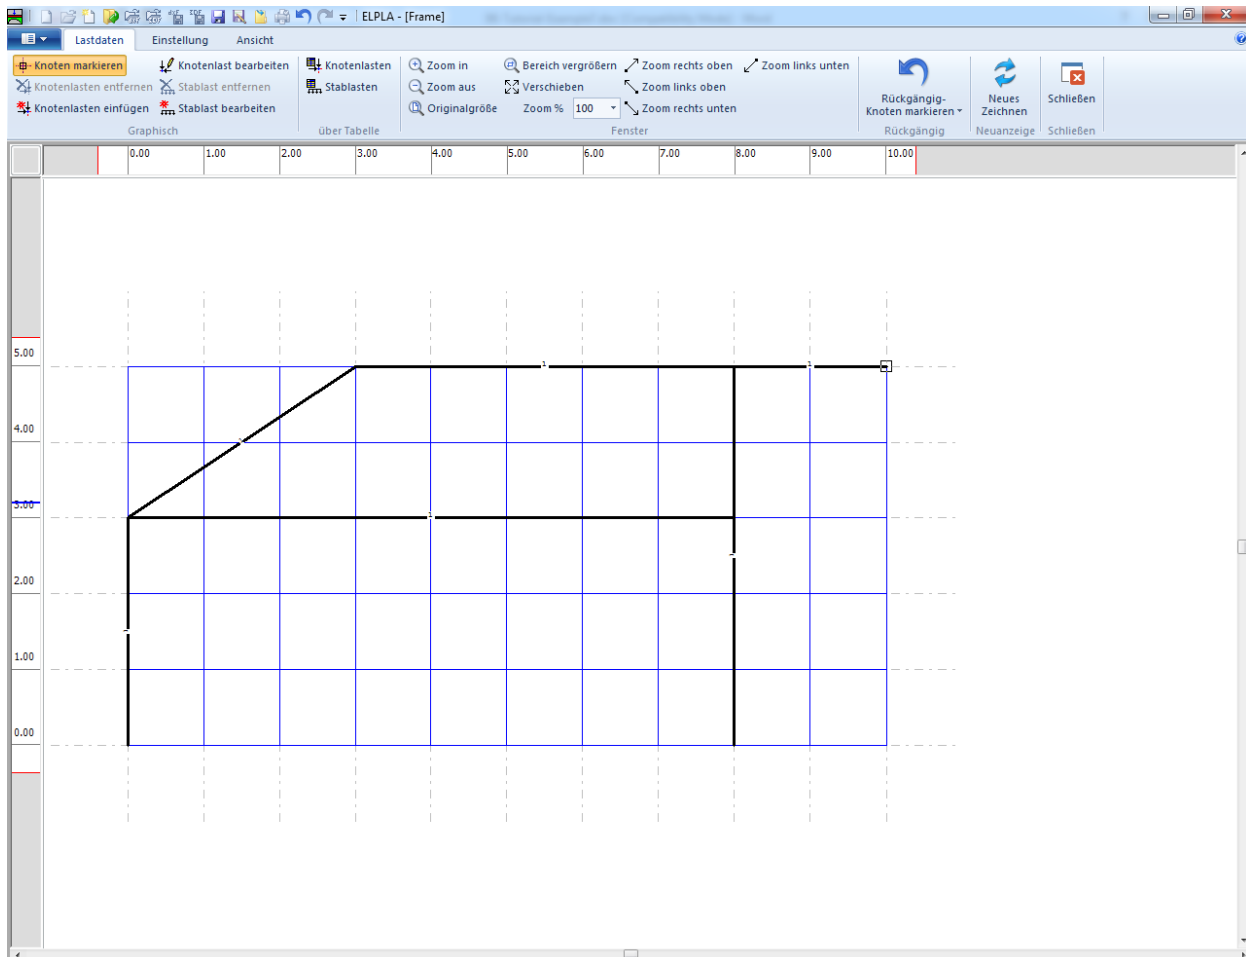

Bild 7.27 Markierung des belasteten vertikalen Knotens
- Wenn der Befehl "Knoten markieren" gewählt wird, wechselt der Cursor von einem Pfeil zu einem Kreuz. Markieren Sie den Knoten, der belastet wird, wie im Bild 7.27 gezeigt